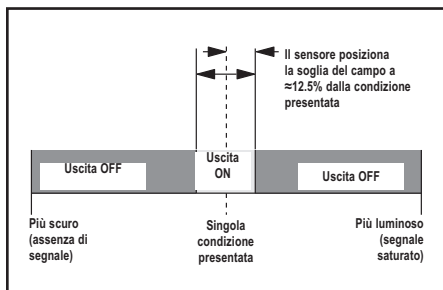

Figura 7. SET campo (in figura, modalit  luce)
- Il campo di misura a condizione ON singola si estende per circa il 12,5% sopra e sotto la condizione presentata quando   selezionata al modalit  luce (vedere la Figura 7). Le condizioni ON e OFF dell'uscita possono essere invertite modificando l'impostazione luce/buio (vedere di seguito)